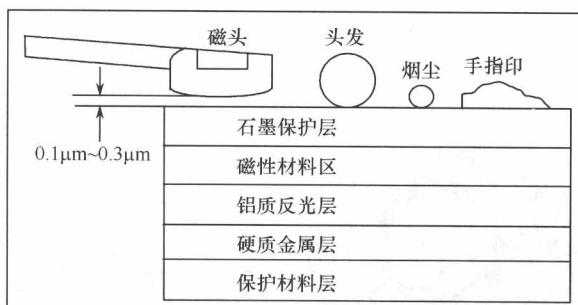

图1-5 盘片结构及磁头高度示意图
(1) 磁头、盘片及运动机构密封在盘体内。
(2) 磁头在启动、停止时与盘片接触,在工作时因盘片高速旋转,带动磁头“悬浮”在盘片上面呈飞行状态(空气动力学原理),“悬浮”的高度约为 $0.1\mu\text{m} \sim 0.3\mu\text{m}$ 。这个高度非常小,图1-5标出了这个高度与头发、烟尘和手指印的大小比较关系,从这里可以直观地“看”出这个高度有多“高”。